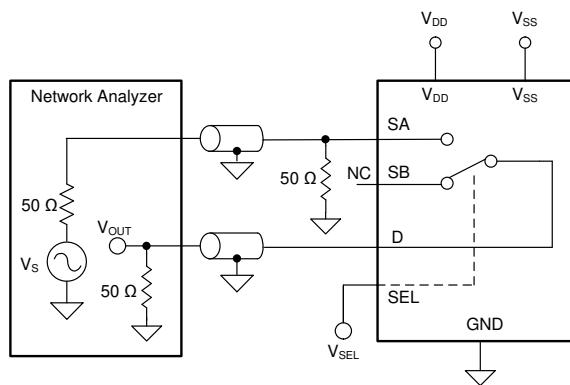

図 6-7. オフ絶縁測定時の設定
オフ絶縁は、オフチャネルのソースピン (Sx) に  $1-V_{RMS}$  信号を印加した場合の、TMUX6136 のドレインピン (D) の電圧として定義されます。図 6-7 に、オフ絶縁の測定に使用する設定を示します。式 2 を絶縁の計算に使用します。